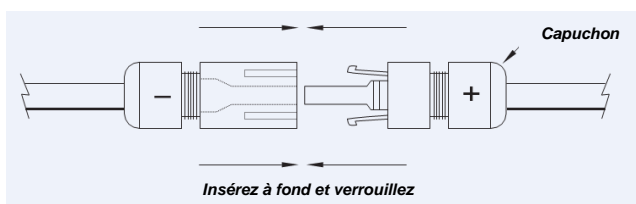

Figure 3 : Raccordement des connecteurs
Les modules PV MyLight Systems sont fournis avec deux (2) câbles de sortie toronnés résistants à la lumière du soleil qui se terminent par des connecteurs PV compatibles avec la plupart des installations. La borne (+) positive est dotée d'un connecteur femelle tandis que la borne (-) négative est équipée d'un connecteur mâle. Le câblage du module est prévu pour des raccordements en série [à savoir, raccordement des connecteurs femelles (+) aux connecteurs mâles (-), tel qu'indiqué dans la Figure 3, mais peut également être utilisé pour raccorder des appareils électriques tiers compatibles pouvant avoir une configuration de câblage différente, aussi longtemps que les instructions du fabricant sont respectées.